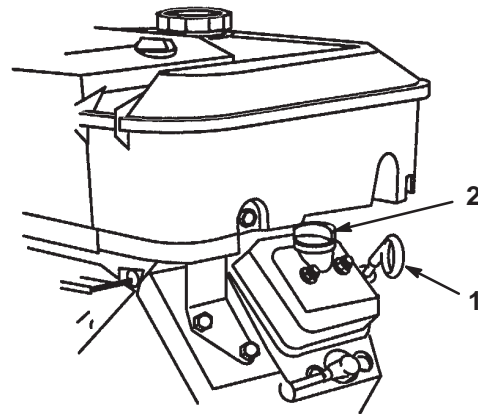

Bild 10
- Entfernen Sie den Peilstab und wischen ihn mit einem sauberen Lappen ab (Bild 10). Stecken Sie den Peilstab in das Rohr und stellen sicher, dass er vollständig eingeführt ist. Entfernen Sie den Peilstab und kontrollieren den Ölstand.
- Entfernen Sie bei niedrigem Ölstand den Fülldeckel von der Ventilabdeckung (Bild 10) und gießen so viel Öl ein, dass der Ölstand die „Voll“-Marke am Peilstab erreicht; siehe „Warten des Motoröls“ auf Seite 28 für die korrekte Ölsorte und -viskosität. Gießen Sie Öl langsam ein und kontrollieren den Ölstand häufiger während des Füllens. **Füllen Sie nicht zu viel Öl ein.**